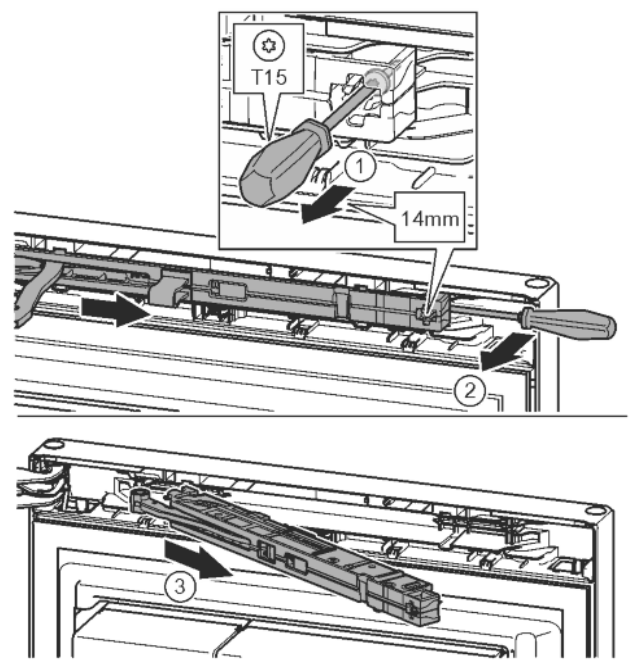

Fig. 10
- ▶ Skrutku na tlmíči uzatvárania uvoľnite skrutkovačom T15 o cca 14 mm. Fig. 10 (1)
- ▶ Skrutkovač zasunúte na strane držadla za jednotku tlmíča uzatvárania a otočte dopredu. Fig. 10 (2)
- ▶ Vytiahnite jednotku tlmíča uzatvárania. Fig. 10 (3)